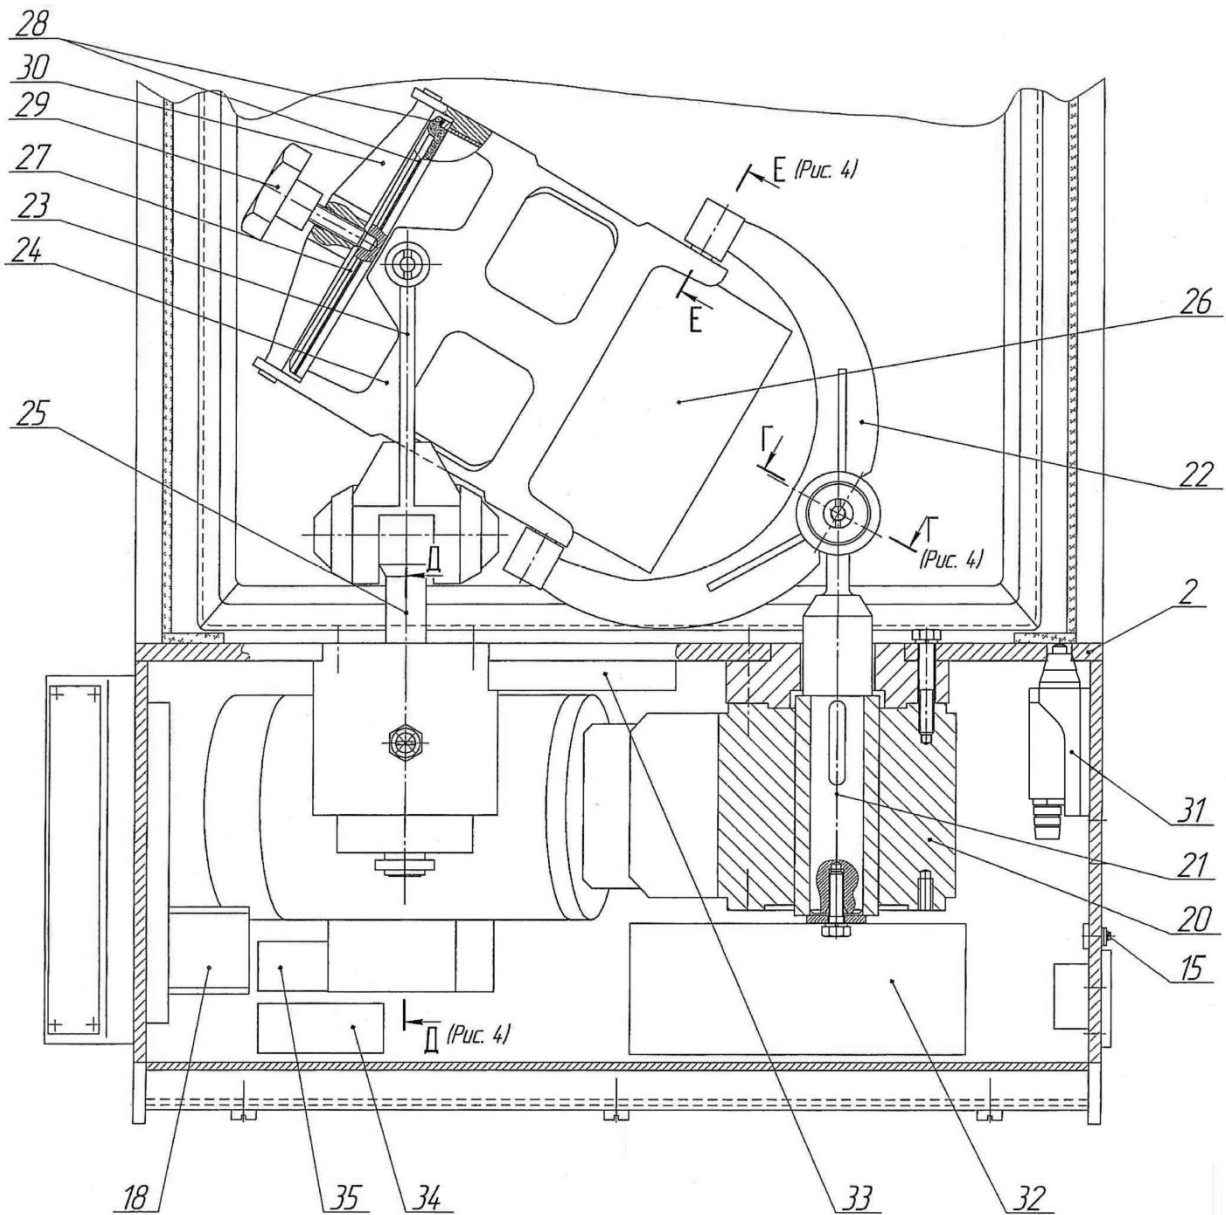

Рис. 3 Смеситель турбулентный С 2.0 (Разрез В-В○)
- в) вывинчивая прижим 29 (Рис. 3), выньте траверсу 29;
2.4.4 Для снятия мотор-редуктора (Рис. 3 разрез В-В):